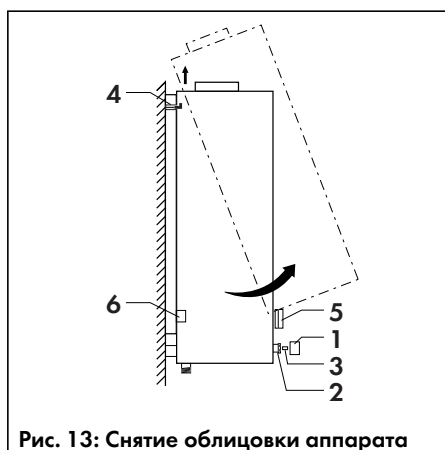

Рис. 13: Снятие облицовки аппарата
- Снимите ручку поворотного переключателя (5).
- Снимите ручку регулятора температуры (1) со шпindelя (3) и отверните против часовой стрелки находящуюся под ней крепёжную гайку (2).
- Высвободите облицовку в направлении на себя из нижних направляющих и снимите её вверх, сняв с держателей (4), как показано на рис. 13.